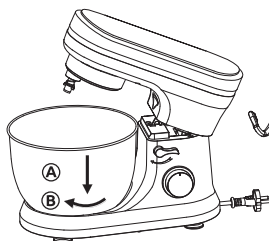

Abb. 2
- Legen Sie die Rührschüssel in die dafür vorgesehene Halterung (A) der Küchenmaschine und drehen Sie diese im Uhrzeigersinn, bis sie fest arretiert ist (B). [Abb. 2]